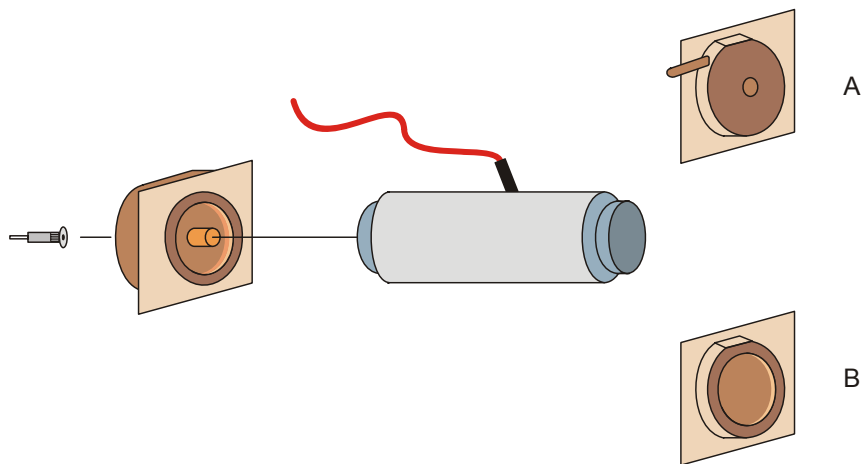

Fig. 6 Assemblage de la chambre d'ionisation (A pour pression réduite, B pour pression d'air normale)
- Assembler la chambre d'ionisation conformément à la Fig. 6.